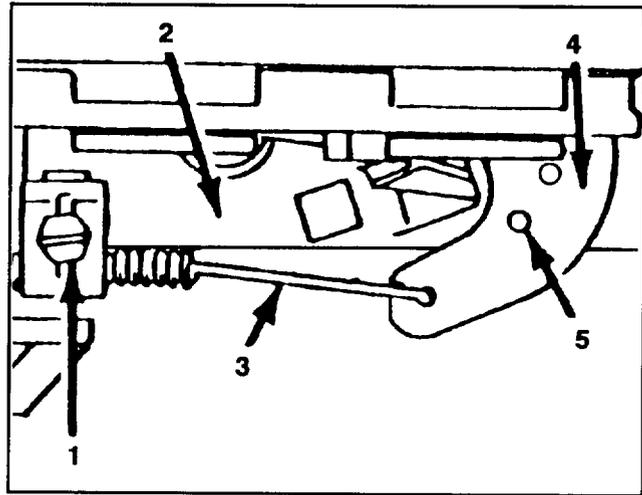

Figure 18
3. Desserrer le serre-câble jusqu'à ce que le câble glisse librement (fig. 18).
4. Déplacer le câble vers la gauche ou la droite jusqu'à ce que les trous du levier et du support de la commande des gaz soient alignés (fig. 18).